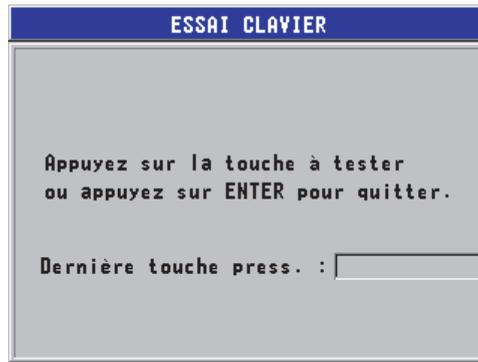

Figure 12-2 Écran **ESSAI CLAVIER**
4. Lorsque vous sélectionnez **ESSAI CLAVIER**, dans l'écran **ESSAI CLAVIER** (voir la Figure 12-2 à la page 226), effectuez les étapes suivantes :